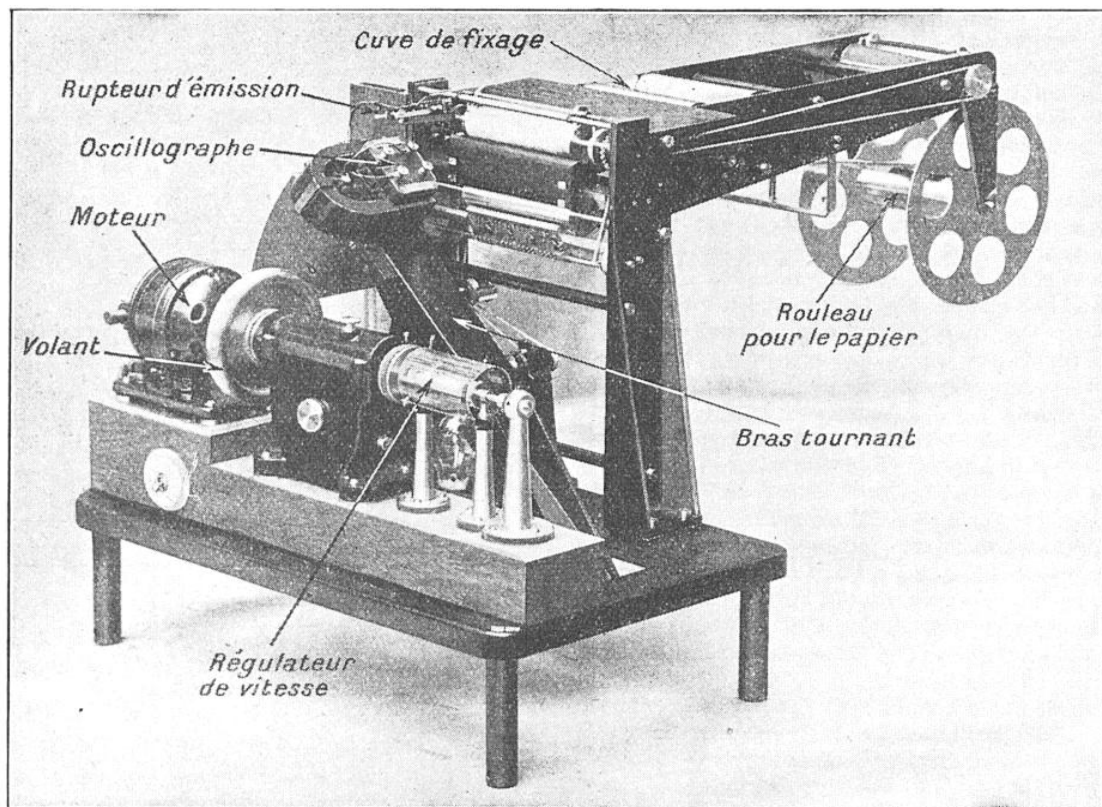

FIG. 6. — COMMENT FONCTIONNE L'ENREGISTREUR DE FONDS « MARTI »
M. Marti, ingénieur hydrographe, réalisa, en 1921, son enregistreur (fig. 6), et cet appareil a été depuis conjugué avec les organes émetteurs et récepteurs d'ultra-sons.
*L'enregistreur Marti.* — Cet appareil inscrit automatiquement les sondages sur une bande de papier enfumé. Un bras, tournant (fig. 6) à une vitesse constante d'un tour en trois secondes, autour d'un axe horizontal, porte un oscillographe électromagnétique Abraham Carpentier. La plume-stylet de cet oscillographe, passant sur une bande verticale de papier enfumé qui se déplace très lentement, dessine, en l'absence de courant, à chaque passage, un arc de cercle. Si l'on relie l'oscillographe à l'amplificateur de